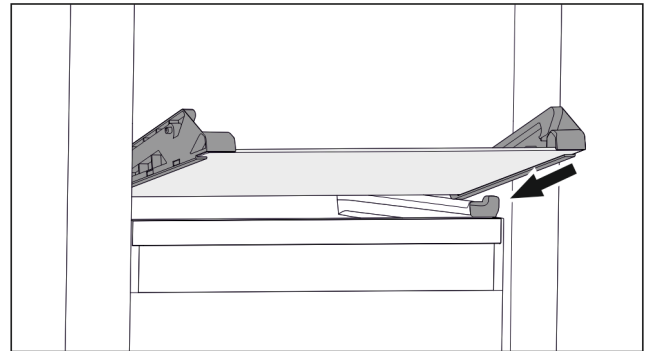

Fig. 93 Placa de sticlă a sertarului înclinabil
- ▶ Așezați placa de sticlă oblic în spatele opritoarelor. (vezi Fig. 93)